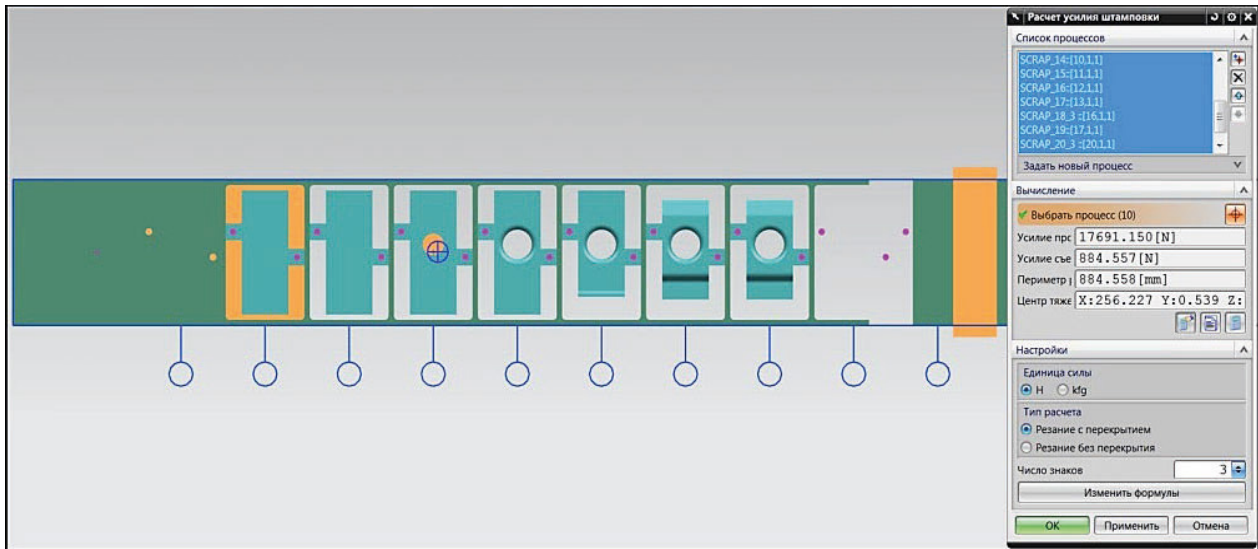

Рис. 6.16. Усилие и центр давления для разделительных операций
- Нажмите на кнопку **Расчет 17** (рис. 6.16).